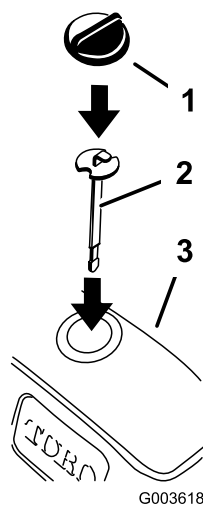

Figura 36
3. Coloque a nova vareta e verifique o nível de óleo hidráulico (Figura 36).